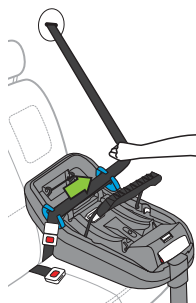

Figura 60a
- Elimine la holgura del cinturón del vehículo alrededor de la base tirando del cinturón de hombro (la capa superior del cinturón en la base) hacia un lado y manténgalo así, como se muestra en la **Figura 60a**.